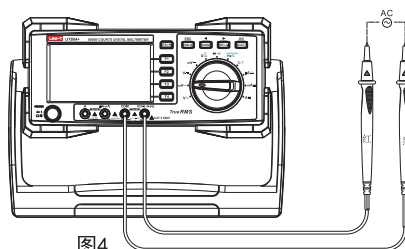

图4
- (1) 将红表笔插入"V"插孔,黑表笔插入"COM"插孔。
- (2) 将仪表的旋转开关转到 $mV\sim$, 如图4, 将表笔并联到待测电源或负载上